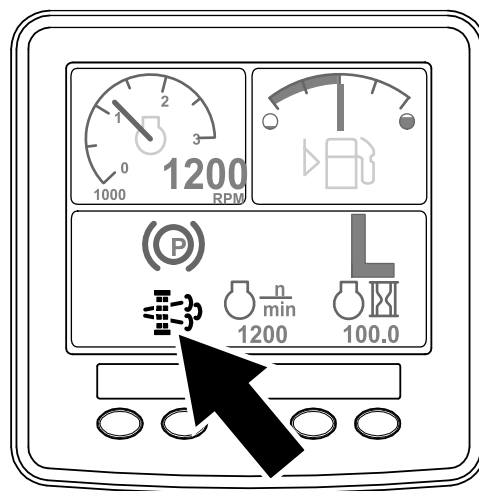

Bild 45
- Das Symbol für die geparkte Regenerierung wird im InfoCenter angezeigt (Bild 45).